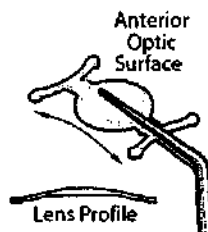
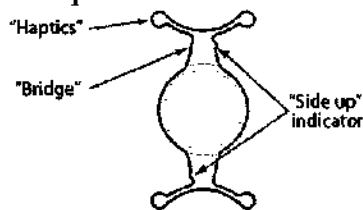

Рисунок 4
Рисунок 5
5. Убедитесь в том, что оптическая часть направлена лицевой стороной вверх (передней стороной вверх), проверив, чтобы свод линзы был направлен вверх (см. Рисунок 4) и индикаторы сторон указывали в направлении по часовой стрелке (см. Рисунок 5).